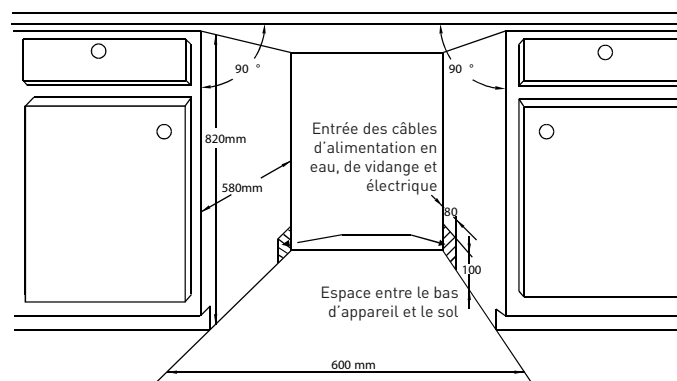

Fig. 1
1. Choisissez un emplacement proche de l'évier pour faciliter l'installation des tuyaux d'arrivée d'eau et de vidange (Fig. 1).